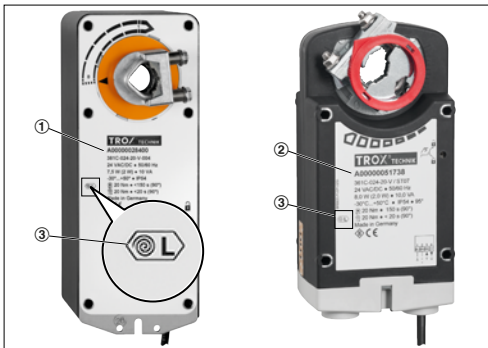

Abb. 1: Antriebe (alt)
Diese Anleitung beschreibt den Austausch der Stellantriebe Artikel-Nr. A00000028400 und A00000051738, (Abb. 1/1 + 2).
3. ▶ Am defekten Stellantrieb die Montageseite (L oder R) prüfen und notieren, z.B. durch Markierung am Antrieb, siehe (Abb. 1/3).